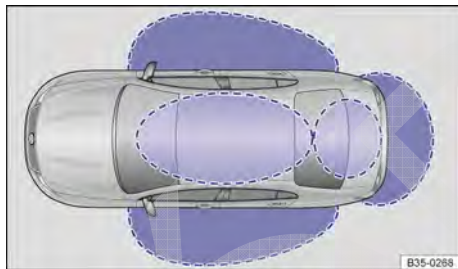

Fig. 55 Sistema de travamento e de partida Keyless Access sem chave: áreas de aproximação.
Keyless Access é um sistema de travamento e de partida sem chave, com o qual o veículo pode ser destravado e travado sem o uso efetivo da chave do veículo. Para isso, é preciso haver apenas uma chave do veículo válida na área de aproximação do veículo → Fig. 55. Ao tocar nas superfícies do sensor nas maçanetas das portas dianteiras → Fig. 56 ou ao acionar o logo Volkswagen na
Se houver uma chave do veículo válida em uma área de aproximação → Fig. 55 , o sistema de travamento e de partida sem chave Keyless Access fornecerá uma autorização de acesso para ela. Em seguida, são possíveis as seguintes funções sem o uso efetivo da chave do veículo:
- *Easy Open*: abrir a tampa do compartimento de bagagem com um movimento do pé embaixo do para-choque traseiro → Fig. 55.
Quando o veículo está travado e uma chave do veículo válida se encontra na área de aproximação → Fig. 55 da tampa do compartimento de bagagem, esta destrava automaticamente ao ser aberta por meio da maçaneta.